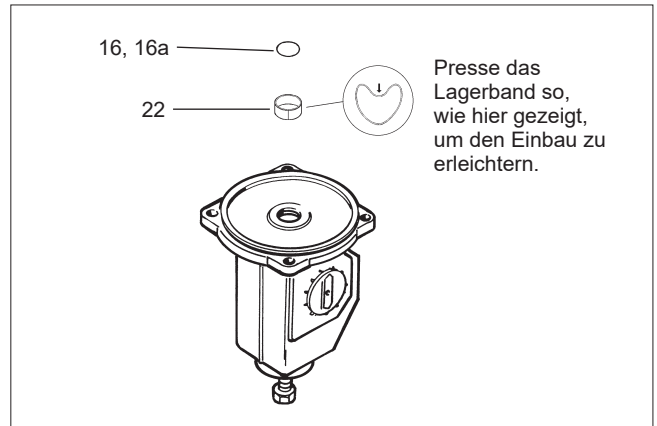

Abb. 9 Montage der Kolbenstange und der Dichtung
- Entfernen Sie die O-Ringe (16, 16a) und das Lager (22). Reinigen Sie den Dichtungsraum.
- Schmieren Sie den Dichtungsraum und die neuen O-Ringe (16, 16a) mit Unisilikon L250L oder gleichwertigem Silikonfett. Bauen Sie das neue Lager (22) und die O-Ringe (16, 16a) ein. Siehe Abbildung 9.